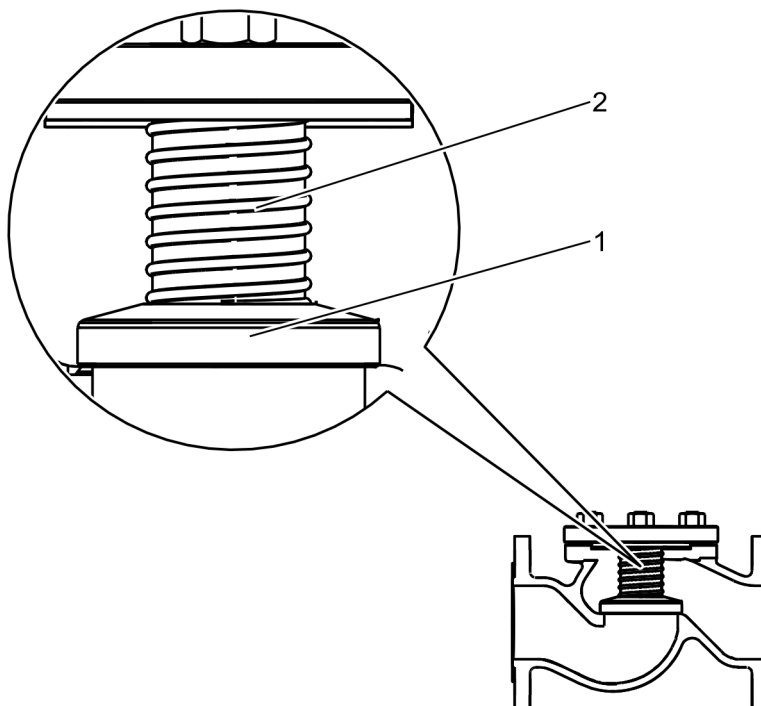

Fig. 5 : Organe d'obturation
- cône de retour (Fig. 5 /1)
- ressort de compression (Fig. 5 /2)
La précontrainte du ressort de compression (Fig. 5 /2) a pour effet de pousser le cône de retour dans son logement à l'état normal (pas de fluide dans la conduite ou pression trop faible du fluide) et de séparer le côté entrée du côté sortie de la vanne.